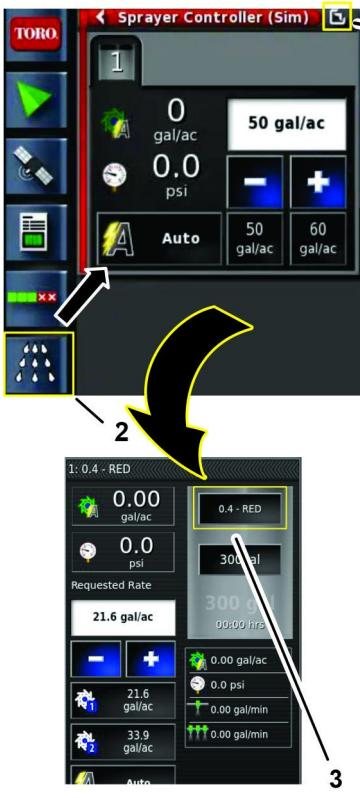

Figure 156
2. Appuyez sur l'icône CONTRÔLEUR DE PULVÉRISATEUR et appuyez sur l'icône Développer l'affichage dans le panneau du contrôleur (Figure 156).